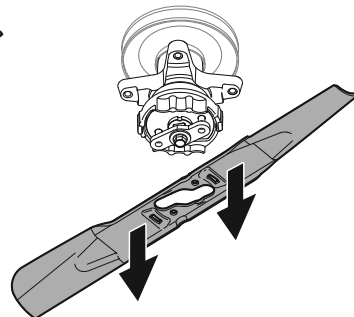

Figura 47
- Cuando el orificio del centro de la cuchilla se alinee con el retenedor de cuchillas del tractor, baje la cuchilla con cuidado. Consulte la Figura 47.